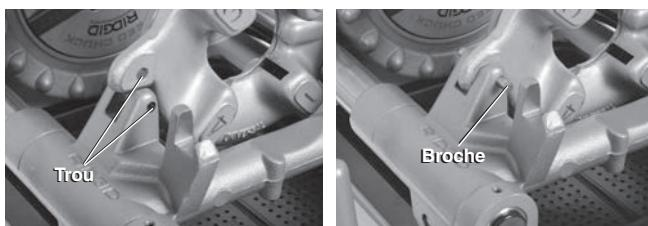

Figure 24 – Retenue de la tête de filière à gauche
1. Introduisez une broche de $\frac{5}{16}$ " de diamètre et 2" de long à travers les trous du chariot et de la tête de filière à gauche pour tenir la tête en place (*Figure 24*).